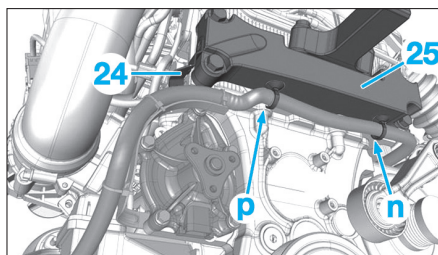

Fig. 71
- les fixations (22) du boîtier de sortie d'eau,
- le boîtier de sortie d'eau (23).
- le support de faisceau électrique (24) (Fig.71).